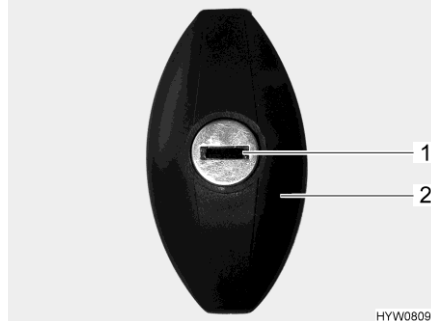

Bild 39 Klappenschloss (ellipsenförmig, verschlossen)
- Schlüssel in Schließzylinder (Bild 39,1) stecken und eine halbe Umdrehung entgegen dem Uhrzeigersinn drehen. Schlossgriff (Bild 39,2) schnappt heraus.